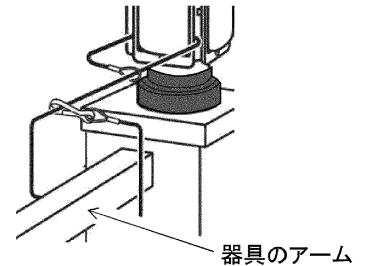

図4
3. フックを(図4、図5)のように器具のアームなどに1周巻きつけた後、フックをワイヤーに引掛けてください。